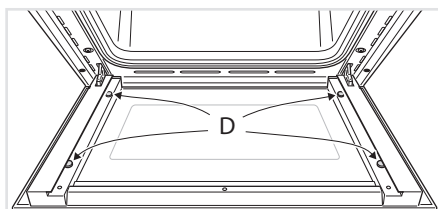

Abb. 6.4b
- Achten Sie auf die korrekte Position der vier Abstandshalter aus Gummi ("D" in Abb. 6.4b).